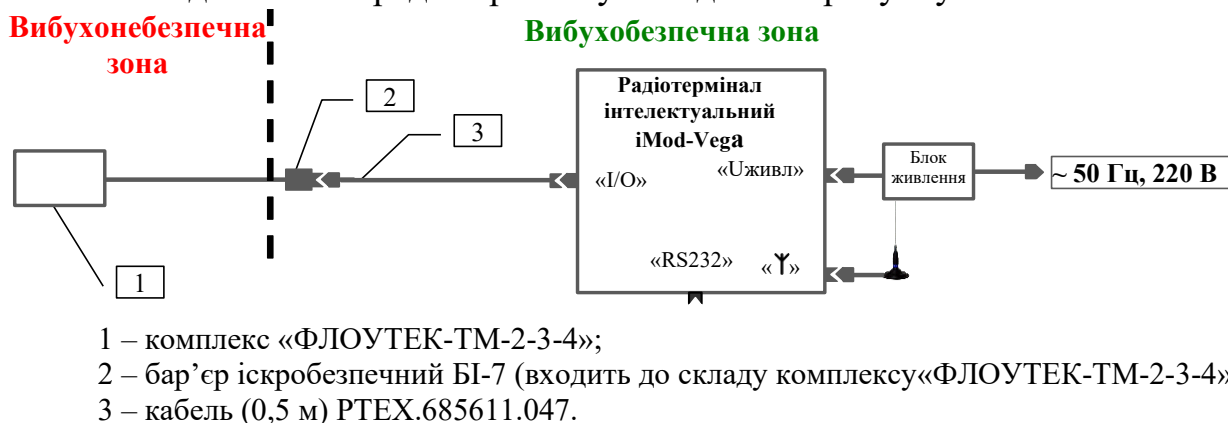

Рисунок 2 – Схема підключення радіотерміналу
- при необхідності роботи комплексу із зовнішніми пристроями підключити їх до з'єднувача «RS232» радіотерміналу див. рисунок 2;